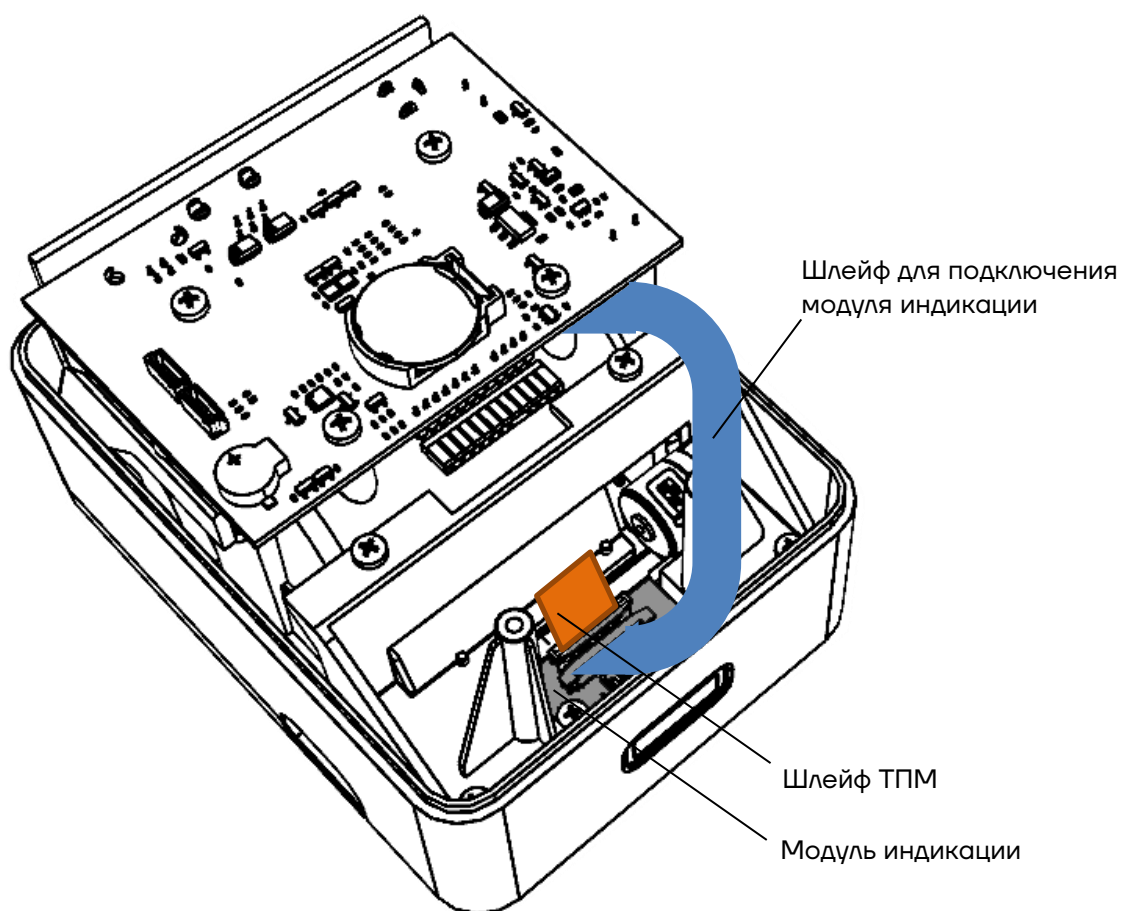

Рисунок 27. Расположение шлейфов ТПМ и БУ, подключённых к разъёмам модуля индикации и разъёму блока управления
- 2** Отключить от разъёма **ХТ1** блока управления шлейф модуля индикации (см. рисунок 27).